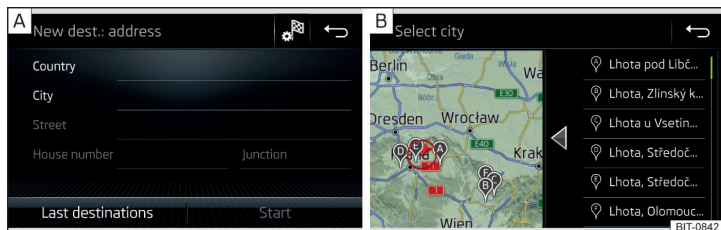

Fig. 210 Introducir destino a través de la dirección: Menú principal / Lista de los lugares seleccionados
- Introducir la dirección de destino y luego confirmar » fig. 210 - **A**.
Dependiendo de la cantidad de los lugares buscados puede visualizarse automáticamente un mapa con una lista de los lugares solicitados » fig. 210 - **B**.